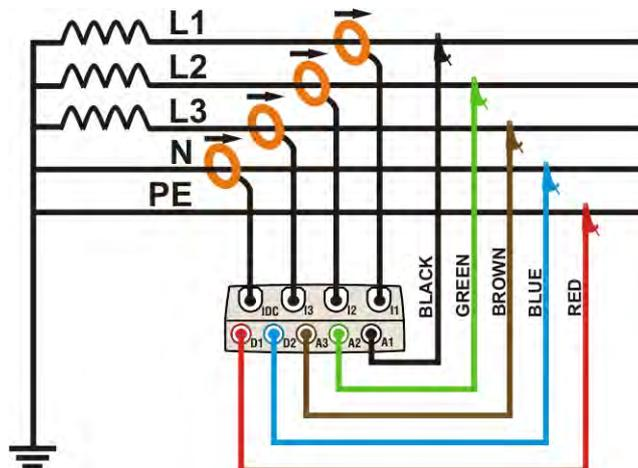

Abb. 216: Anschluss des Messgerätes an ein Drehstrom--Netz 4Leiter & PE
- Schließen Sie die Spannungsprüfleitungen an die Außenleiter L1, L2, L3, den Neutralleiter und den Erdleiter an und achten Sie dabei auf die Farben, wie Abb. 216. dargestellt. **Überzeugen Sie sich davon, dass das Ergebnis „123“ im Display mit der korrekten Drehfeldrichtung übereinstimmt** (siehe Absatz 5.2.1), und korrigieren Sie diese, falls erforderlich.